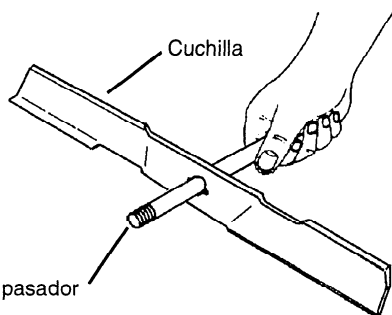

FIGURA 24
- Deslice la cuchilla a una parte no roscada del perno de acero o del pasador, y sostenga el perno o el pasador paralelo al suelo. (Vea la Figura 24) Si la cuchilla está balanceada, deberá permanecer en una posición horizontal. Si alguno de los extremos de la cuchilla se mueve hacia abajo, afile el extremo más pesado hasta que la cuchilla quede balanceada.